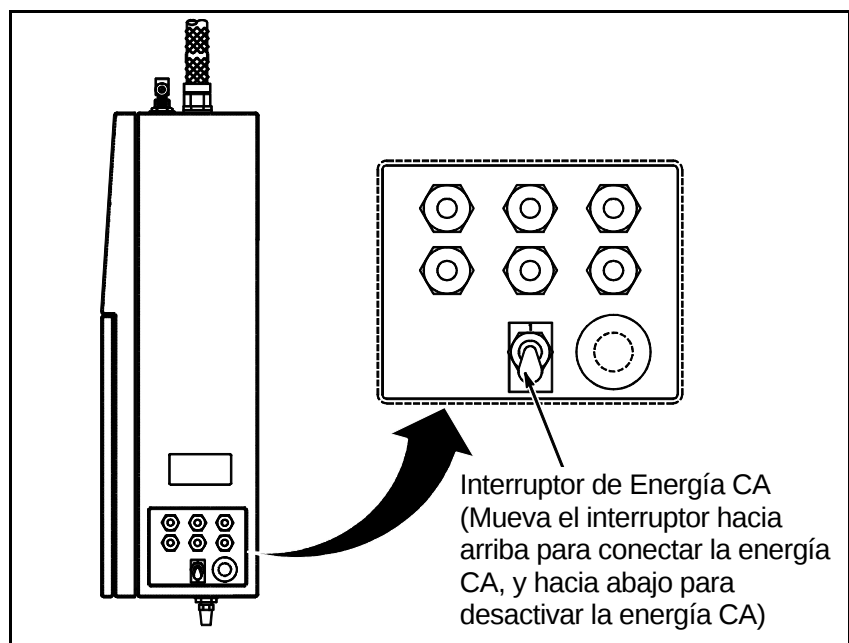

Figura-8-3. Interruptor de Energía de la Impresora EXCEL
2. Mueva hacia arriba el interruptor de energía CA para activar la impresora (I) (vea la Figura 8-3).
3. Mueva el interruptor de energía CA hacia abajo para desactivar la impresora (O).